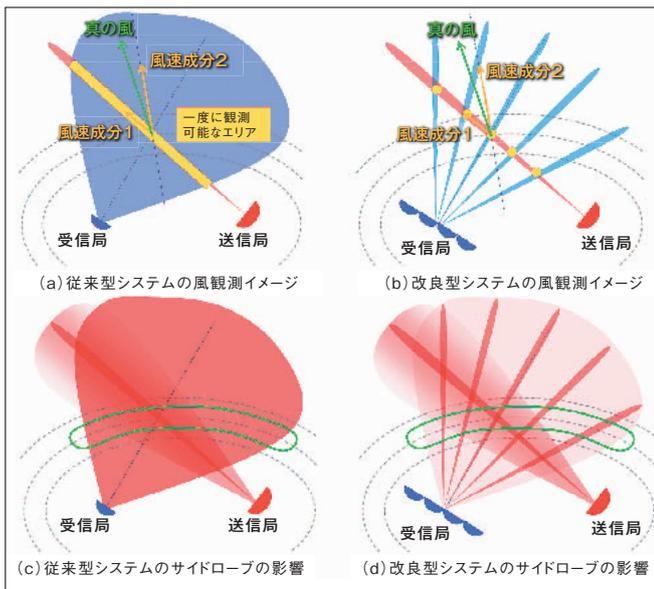

図3●バイスタティック観測システムの模式図
今回我々が提案している改良型バイスタティック観測システムの模式図を図3に示します。改良型システムは次のような特徴を持ちます。①受信に複数の素子からなるアレイアンテナを用いる。②アレイの素子間隔を波長よりも長くすることで生じる多数の細かいグレーティングローブ\*4を利用する。③デジタルビームフォーミング (DBF)\*5の信号処理を行う。細かいグレーティングローブを用い、DBF処理を行うことで、疑似エコーを大きく低減することが可能になります。図3の(c)と(d)ではサイドローブの影響を色の濃淡であらわしています。改良型システムでは同一楕円上のほとんどの部分で従来型より色が薄くなっており、疑似エコーの発生がそれだけ抑えられることが期待できます。